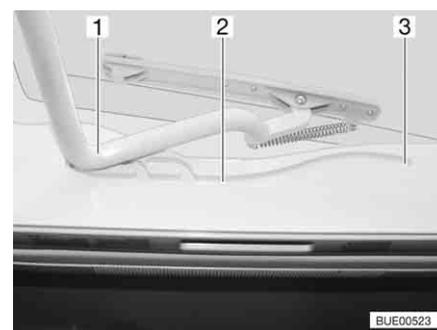

Fig. 126 Oblò Heki, guida
- Tirare la staffa (Fig. 126,1) nelle guide (Fig. 126,2) fino alla posizione più all'indietro (Fig. 126,3).
- Spingere la staffa (Fig. 126,1) leggermente verso l'alto con ambedue le mani.
- Tirare la staffa nelle guide (Fig. 126,2) fino alla posizione desiderata.